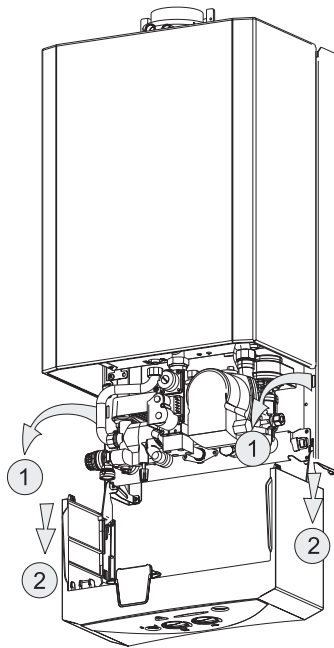

Рисунок 10.
- ▶ Опустить коробку панели управления и привести её в положение, указанное на рис. 10.